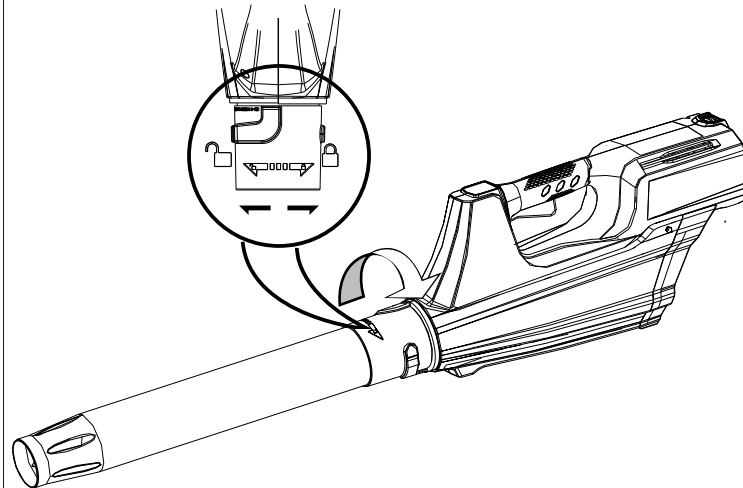

Fig. 4
- Tournez le tube dans la direction de flèche jusqu'à ce que les deux des languettes glissent dans les positions de verrouillage. Voir Figure 4.